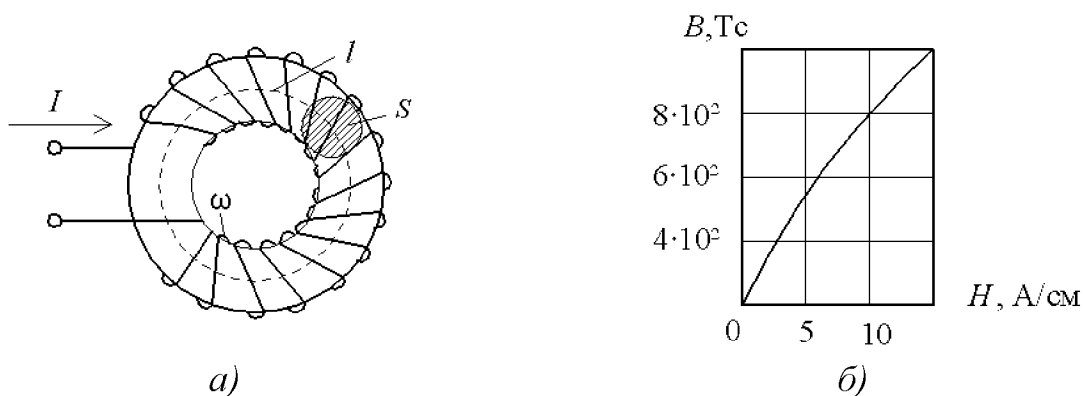

Рис. 5.13
5.2.62. Определить индуктивность катушки с ферромагнитным сердечником (рис. 5.13, а), кривая намагничивания которой изображена на рис. 5.13, б, если  $I = 0,2$  А,  $S = 5$  см2,  $l = 20$  см,  $w = 1000$  витков.